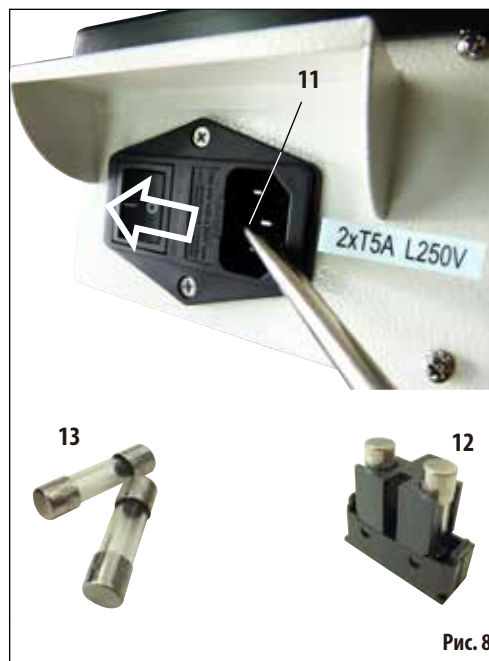

Рис. 8
- Вставьте малую отвертку в вырез (**рис. 8, 11**) и осторожно отожмите плавкий предохранитель (**12**).